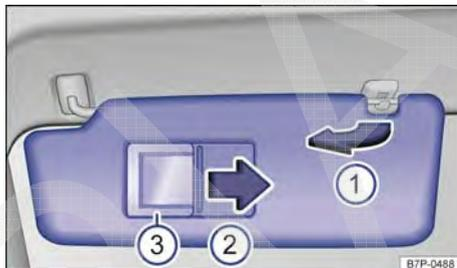

Fig. 123 No revestimento do teto dianteiro: para-sol para o condutor.
- Retirar do suporte e virar para as portas no sentido da seta → Fig. 123 ①.
No para-sol rebatido para baixo encontra-se um espelho de cortesia atrás de uma cobertura → Fig. 123 ②. Ao abrir a cobertura no sentido da seta, é iluminada a área adjacente do espelho ③. ▶